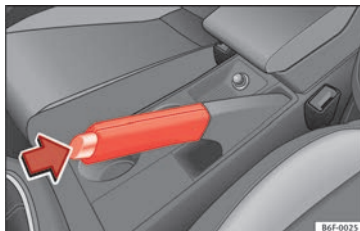

Fig. 176 Il freno a mano, ubicato tra i due sedili anteriori.
- Tirare con decisione la leva del freno a mano verso l'alto » **fig. 176**.
- Tenendo premuto (nella direzione indicata dalla freccia » **fig. 176**) il tasto di sblocco, spostare prima la leva leggermente verso l'alto e poi abbassarla del tutto » **Δ**.